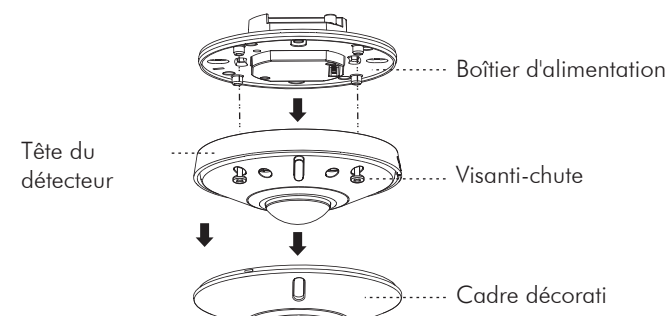

FIG. 6
- 3.4.1.1 Retirez le cadre décoratif de l'KDP-3 S, et séparez ensuite la tête du détecteur du boîtier d'alimentation en dévissant ses 4 vis anti-chute (Voir FIG.6).
- 3.4.1.4 Fixez la tête du détecteur sur le boîtier d'alimentation en insérant ses quatre vis anti-chute dans les trous à vis correspondants et couvrez ensuite le cadre décoratif (Voir FIG.6).